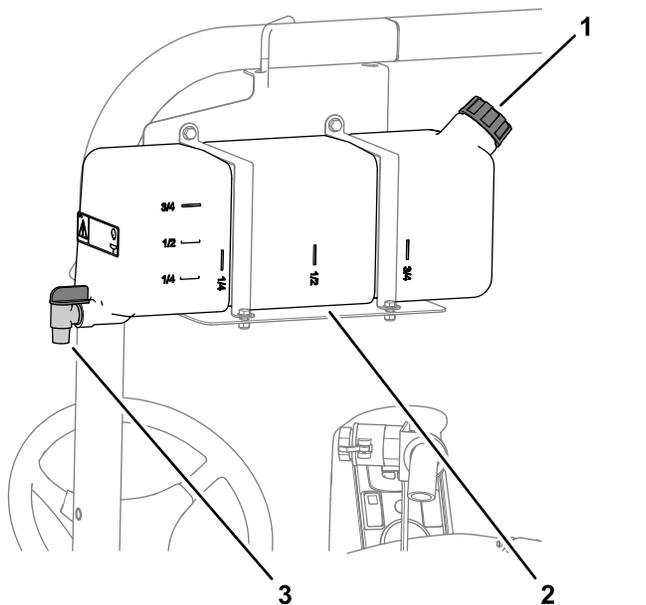

図 19
- タンクに水を入れるには、タンク上面にあるキャップを外し、水を入れて元通りにキャップを取り付けます 図 19。
- コックのレバーをひねれば水が出ます 図 19。